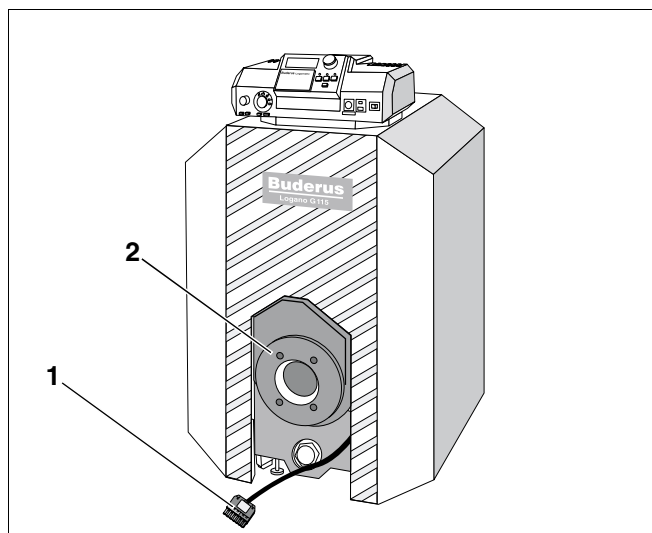

Fig. 32 Montering af brænder
- Fastgør den ønskede brænder på brænderdørens hulkreds (fig. 32, **pos. 2**).
- Tilslut brænderkablet (fig. 32, **pos. 1**) til brænderen.